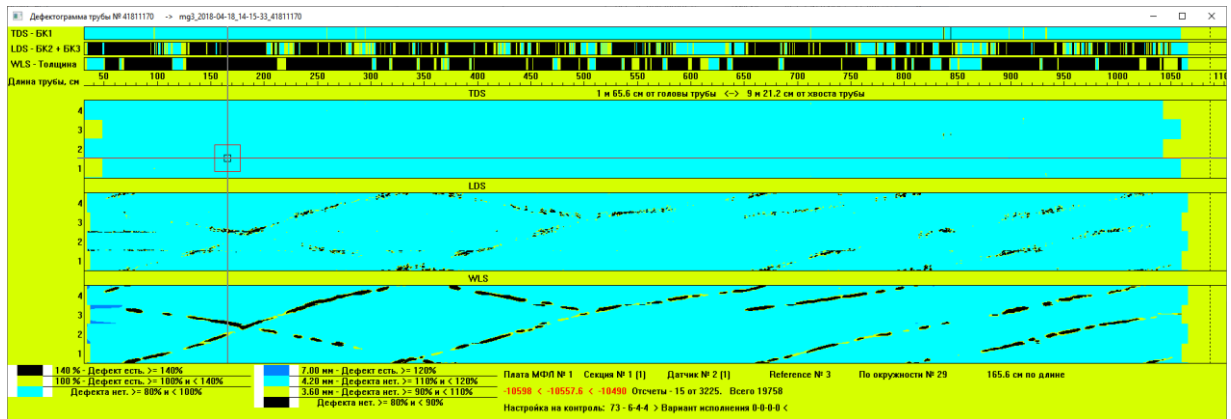

Рисунок 13 – Та же дефектограмма трубы с эрозией от пробоя электрических кабелей, но с изменённой цветовой схемой
- Гибкая настройка удобной цветовой схемы для улучшения восприятия дефектограммы (рис. 13).